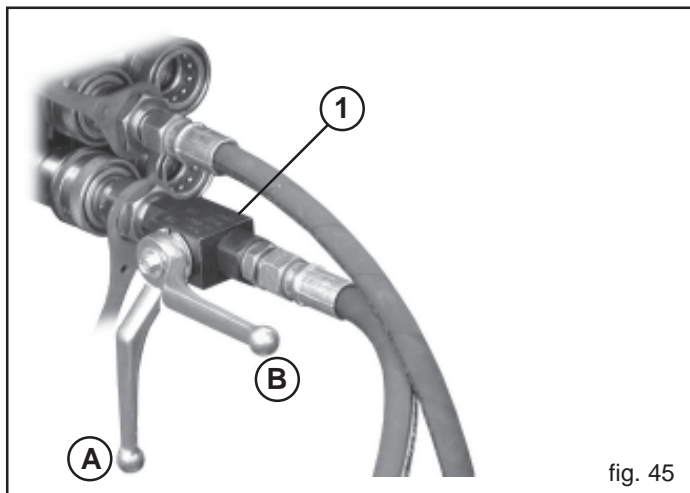

fig. 45
El dispositivo marcador de surcos incorpora una válvula que acciona alternativamente los dos brazos, reduciendo el empleo a un distribuidor hidráulico único del tractor. El tubo hidráulico de alimentación monta un grifo (1, Fig. 45) que es necesario para desconectar el funcionamiento del marcador de surcos. **Durante el transporte de la sembradora por la vía pública, la palanca del grifo debe estar en la posición (A, Fig. 45), para que el marcador no se pueda abrir accidentalmente,** y en la posición B durante el trabajo. Cuando no use la instalación, proteja las conexiones rápidas con las tapas correspondientes y coloque los tubos hidráulicos en su soporte.
- 5) Antes de accionar el dispositivo marcador de surcos, apoye la sembradora sobre el suelo y coloque la palanca del grifo en la posición (B) Fig. 45.
- 8) Coloque la palanca del grifo en posición (A) Fig. 45.